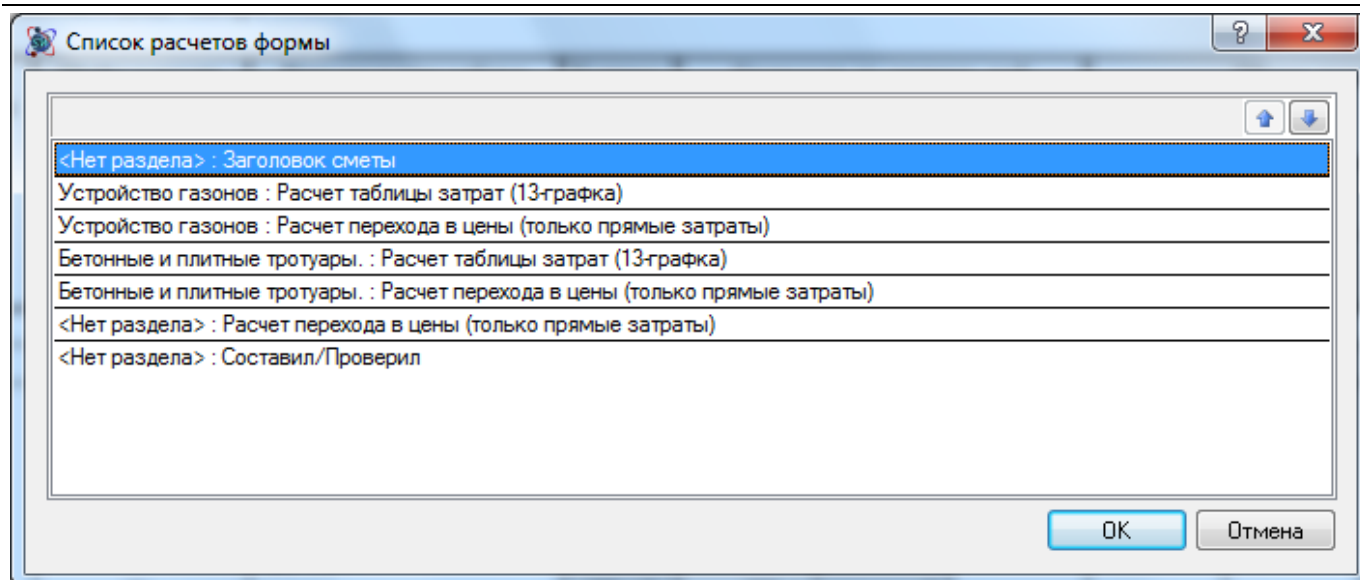

Рис. 1.31 Диалоговое окно Список расчетов формы
2. В открывшемся диалоговом окне *Список расчетов формы* (рис. 1.31) левой кнопкой мыши выделить нужные расчеты;